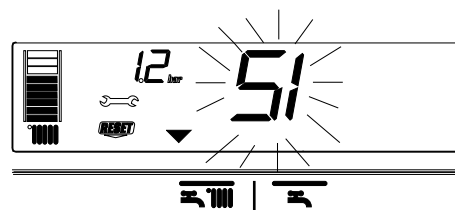

Fig. 4.25
3) Visualizzazione delle icone e (fig. 4.25)